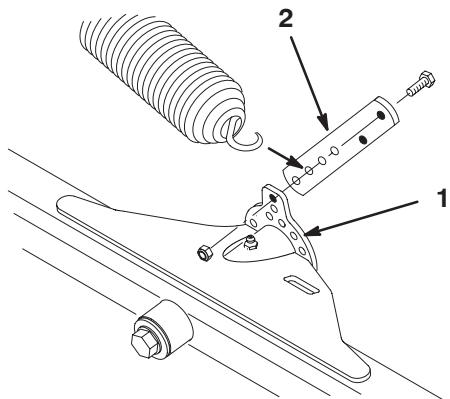

Figura 15
- Monte um fixador de mola no lado interior traseiro da patilha regulação de cada unidade de corte dianteira com 2 parafusos (1/4 x 3/4 pol.) e porcas de freio, conforme Figura 15.